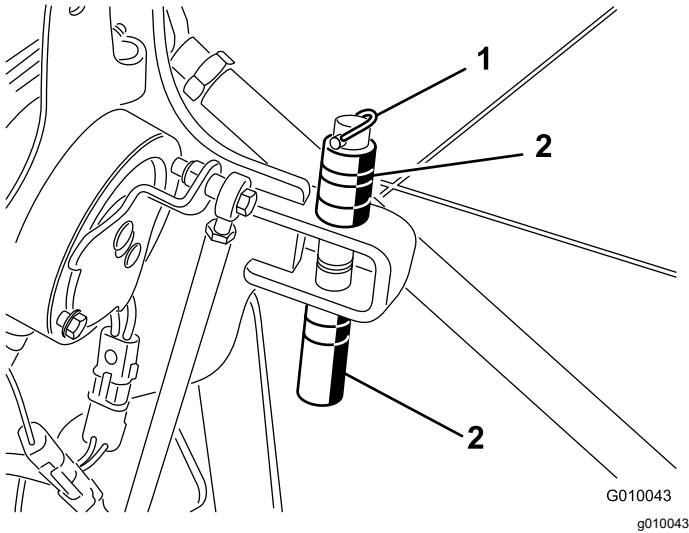

Figura 22
- Retire el pasador de seguridad que retiene los espaciadores y los bulones de profundidad (Figura 22).